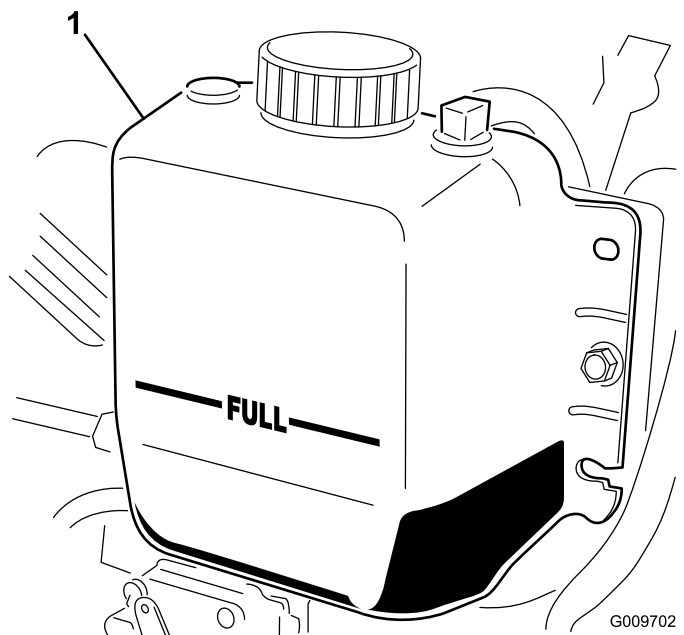

Figura 74
2. Verifique o nível do líquido de arrefecimento do radiador. O radiador deverá encontrar-se cheio de líquido até ao cimo do tubo de enchimento e o nível do líquido no depósito de expansão deverá atingir a marca CHEIO (Figura 74).